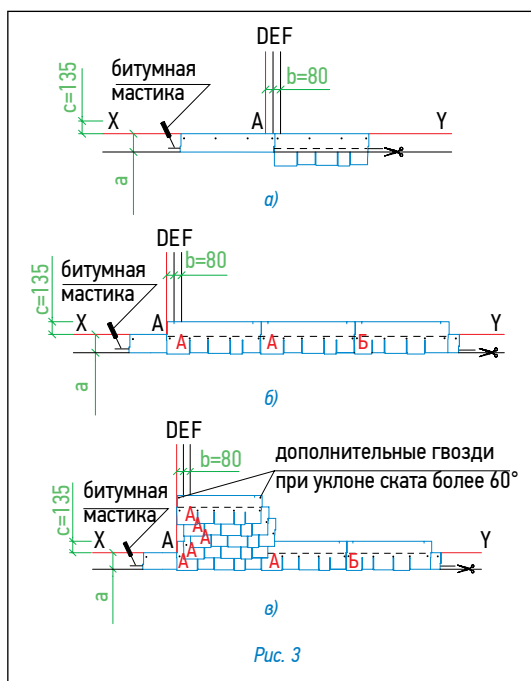

Рис. 3
Укладка материала (рис. 3)
- далее первый ряд черепицы укладывается от линии AD в следующей последовательности: тип А, тип Б (рис. 3б);
- второй ряд черепицы укладывается от линии E (со смещением 8 см от AD) (рис. 3в);
Каждый лист гибкой черепицы крепится 5 гвоздями в штатных местах таким образом, чтобы гвоздь прошивал и верхний край нижележащего листа черепицы (рис. 3б).